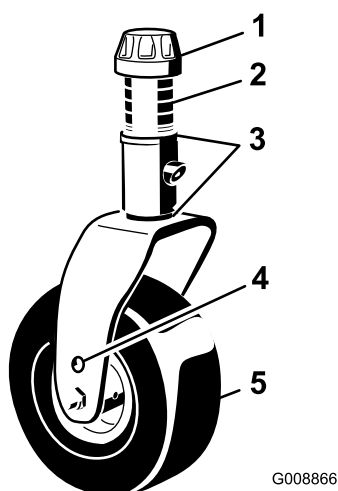
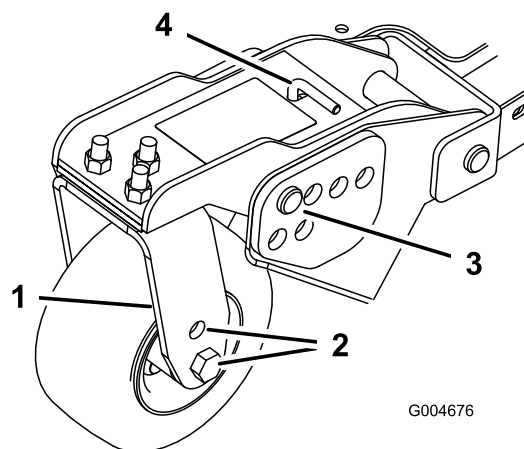

Figura 24
Figura 26
1. Posizionate gli assali delle ruote orientabili negli stessi fori di tutte le forcelle (Figura 24 e Figura 26).
2. Togliete il tappo tenditore dall'asse del fusello ed estraete il fusello dal braccio della ruota orientabile (Figura 24).
5. Togliete la coppiglia ed i perni con testa dai bracci di rotazione delle ruote orientabili (Figura 26).
6. Girate il tenditore per alzare o abbassare il braccio di rotazione finché i fori non sono allineati con i fori della staffa dell'altezza di taglio selezionati, nel telaio del piatto di taglio (Figura 26 e Figura 27).